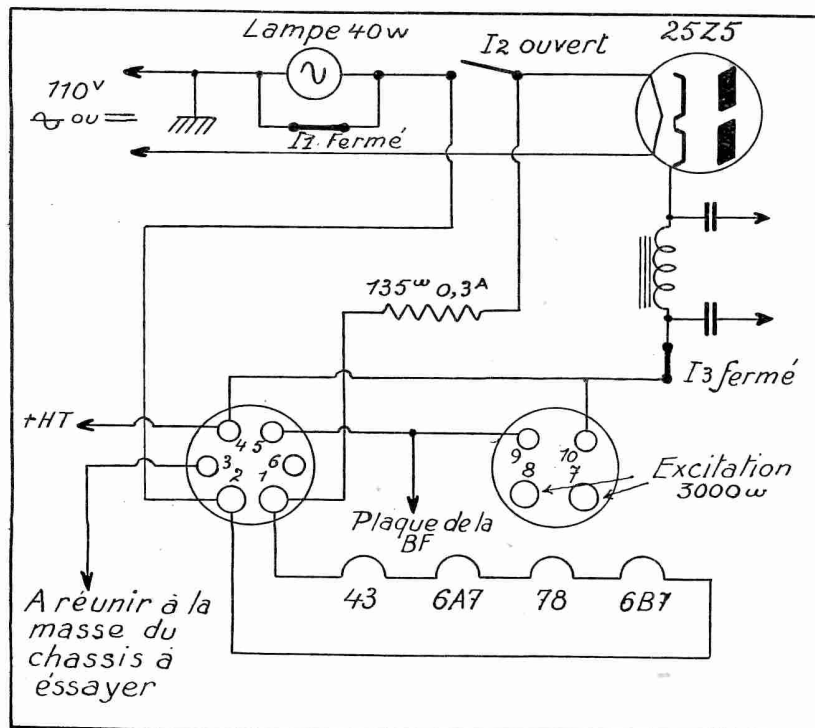

Fig. 3.
B) *Essai d'une maquette « tous-courants »* (fig. 3). — Comme pour le châssis précédent, il faudra prévoir un support 6 broches américain dont les douilles filament seront reliées, l'une à un côté filament de la 43 et l'autre, à un côté filament de la 6B7 ou 75. La broche-plaque sera reliée à la masse, la broche-écran au + H.T., la broche « suppressor » à la plaque de la 43, la broche-cathode sera inutilisée.